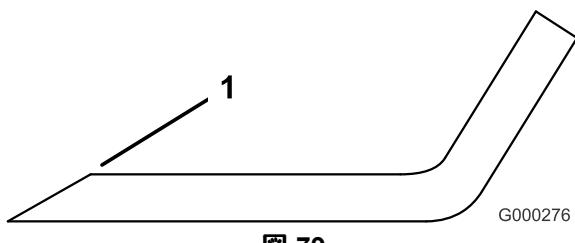

図 79
1. ブレードは、左右の刃先をやすりで磨く図79。刃先の角度を変えないように注意すること。左右を同じだけ削るようにすればバランスが狂わない。